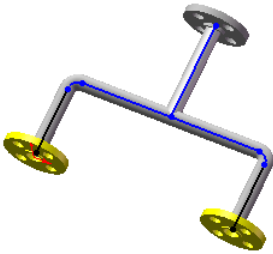

图 11.5.6 添加法兰配件
Step4. 单击 **确定(O)** 按钮，完成法兰配件的添加，如图 11.5.6 所示。